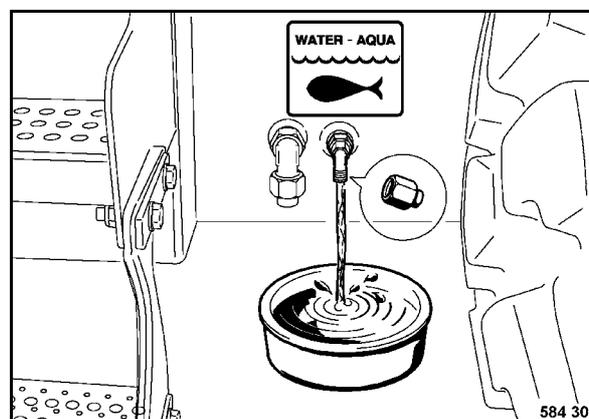

Рис. 181
- Отвинтить заглушку, слить и уловить хладагент (Рис. 181).